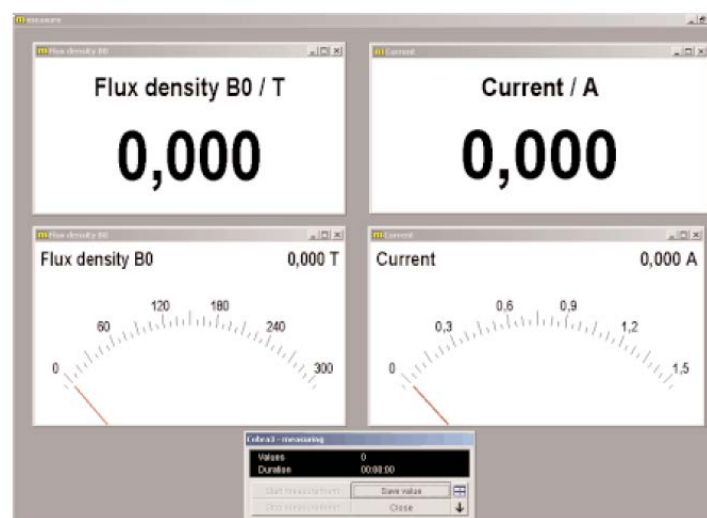

Figura 5. Imagen del programa durante las medidas
6. Llegados a este punto, los valores actuales de la densidad de flujo y de la corriente se muestran de acuerdo a la Figura 5.
Entonces, para calibrar el eje X pulsa en el icono $\sqrt{\alpha}$ y selecciona los parámetros como se muestra en la Figura 5. El factor que debes introducir en “*Operation*” depende del núcleo utilizado. Una vez hechas las modificaciones, pulsa “*Calculate*”. Comprueba que la escala, la magnitud y la unidad del eje X han cambiado.